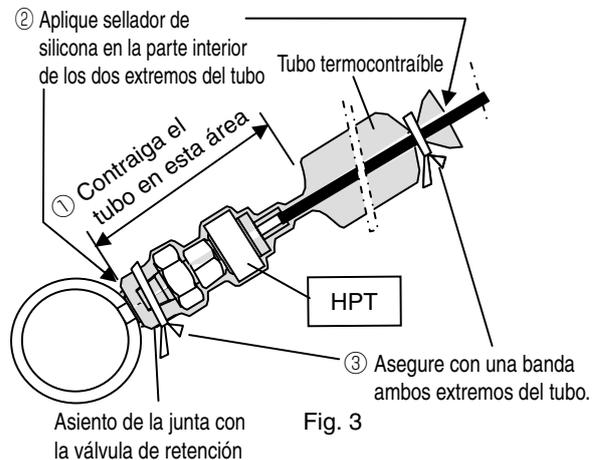

Fig. 3
4. Coloque un extremo del tubo termo contraíble al asiento de la junta con la válvula de retención (Fig. 3) y luego
- ① Contraiga el tubo calentándolo con el secador. (Fig. 3)
- ② Aplique sellador de silicona en la parte interior de los dos extremos del tubo. (Fig. 3)
- ③ Asegure con una banda ambos extremos del tubo. (Fig. 3)